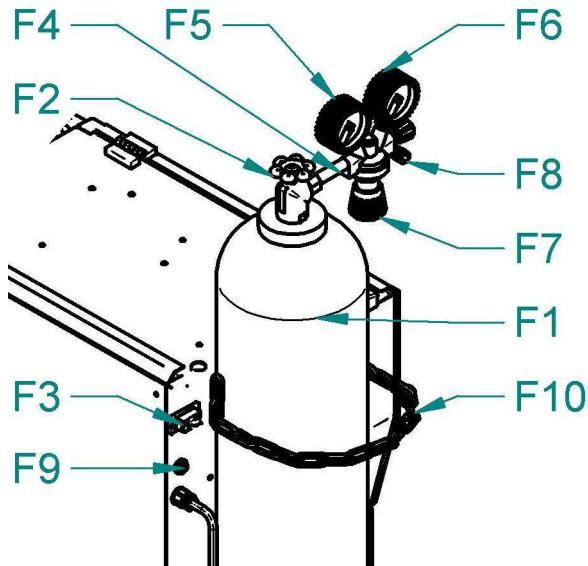

Abb. 10 - Einstellen des Gasflusses
- a) Stecken Sie den Gasschlauch auf den Anschluss an der Maschine (Abb. 10, Pos. F9).
- c) Drehen Sie an der Stellschraube (Abb. 10. Pos.F7) an der unteren Seite des Reduktionsventils solange bis der Strömungsmesser (Abb. 10, Pos. F6) die gewünschte Durchströmung anzeigt. Jetzt können Sie den Knopf wieder loslassen. Der optimale Durchströmungswert ist 10-15l/Min.